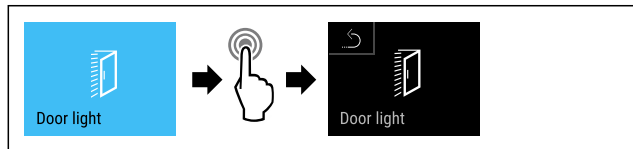

Fig. 72
- ▶ Efectuați pașii de acțiune (vezi Fig. 72) .